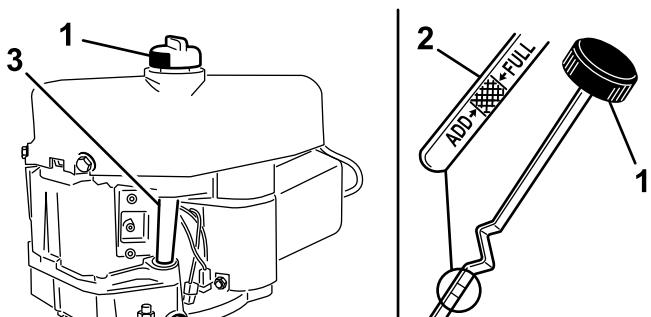

Figura 23
9. Togliete il tappo di spurgo per lasciare defluire l'olio (Figura 23).
11. Pulite la zona circostante l'asta di livello e svitate il tappo (Figura 23).
12. Versate lentamente nel tubo di rifornimento (Figura 23) l'80% circa dell'olio motore.
8. Svitate l'asta di livello dell'olio e pulite l'estremità metallica (Figura 23).
9. Infilate a fondo l'asta di livello nel bocchettone di rifornimento (Figura 23).